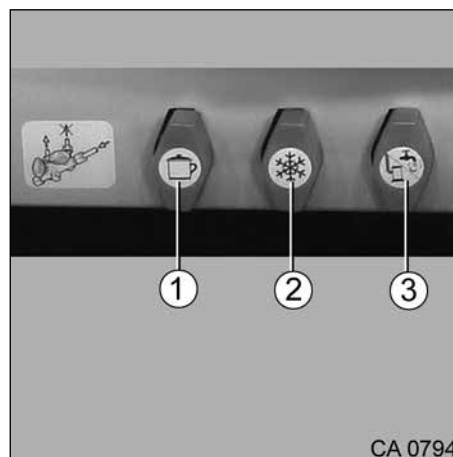

Fig. 89 Vannes de sectionnement gaz
- Les vannes de sectionnement gaz pour le réchaud à gaz (Fig. 89, pos. 1), le frigo (Fig. 89, pos. 2) et le chauffage (Fig. 89, pos. 3) se trouvent sous le plan de travail à la cuisine.